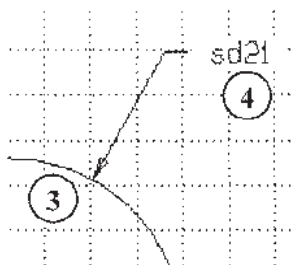

Рис. 2.38. Простановка радиального размера
На рис. 2.38 показан пример простановки радиального размера: левой кнопкой мыши выбирается дуга/окружность (3), средней — место расположения символа размера радиуса (4).